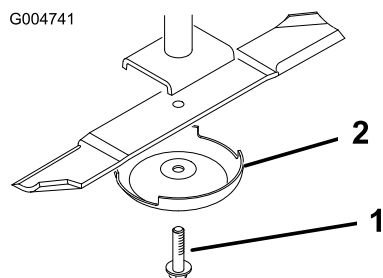

Figura 88
3. Togliete il bullone, la coppa antistrappo e la lama dall'asse del fusello (Figura 88).